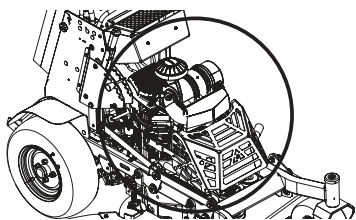

Fig. 16
- Nettoyez le collecteur d'échappement, les fusibles, tous les câbles et faisceaux, le tuyau du silencieux, le bouclier du silencieux, les grilles d'admission du moteur et les ailettes de refroidissement, etc (Fig. 16).